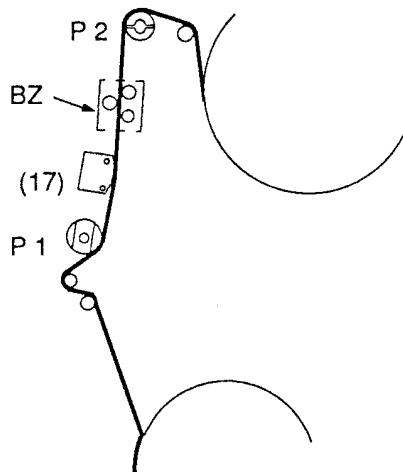

Fig. 20
- Nach ca. 20 Sekunden den Bandzugmesser "BZ" nach Fig.20 in den Bandauf einfügen.
- After about 20 seconds fit the Tape Tension Meter "BZ" as shown in Fig. 20.
- Dopo ca. 20 sec., accostare il misuratore "BZ" al nastro che scorre come indicato in fig. 20.